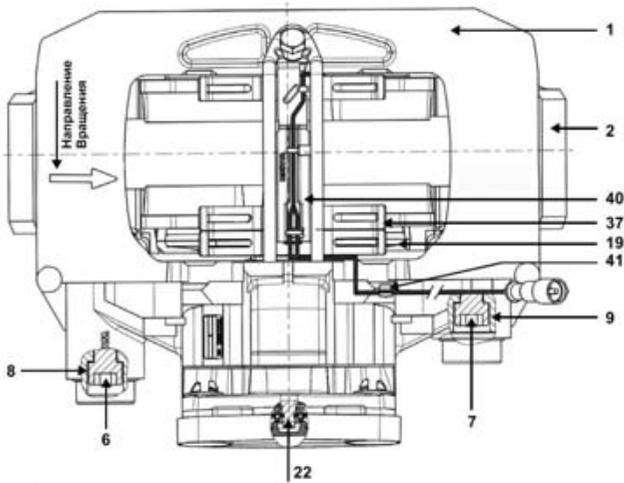

Рис. 1. Вид тормоза PAN 19-1 сверху.
Тормозной механизм, включая тормозной цилиндр, состоит из двух основных частей: Тормозная скоба (1) скользит по направляющим пальцам (8, 9), смонтированным на тормозном суппорте (2) вместе с подвижными тормозными колодками (35, 36), удерживаемыми бугелем (38) и фиксирующими пружинами (37). При помощи этих деталей, тормозная сила передается опорным поверхностям тормозного суппорта (см. рис. 1 и 2).